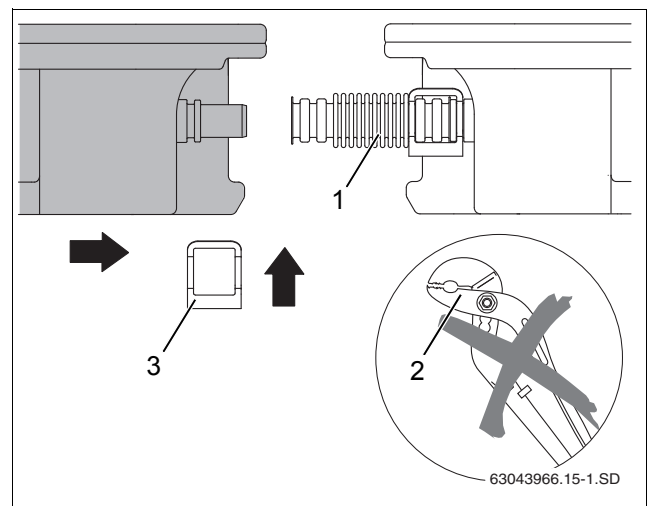

Рис. 49 Придвинуть второй коллектор к первому
- ▶ Не применяйте никаких инструментов, такие как плоскогубцы и др. (рис. 49, [2]). Они могут повредить гофрированную трубу.
- ▶ Второй коллектор придвиньте к первому так, чтобы его штуцеры попали в уже установленные гофрированные трубы (рис. 49, [1]) первого коллектора.
- ▶ Установите зажимы (рис. 49, [3]) на гофрированные трубы на штуцерах второго коллектора.